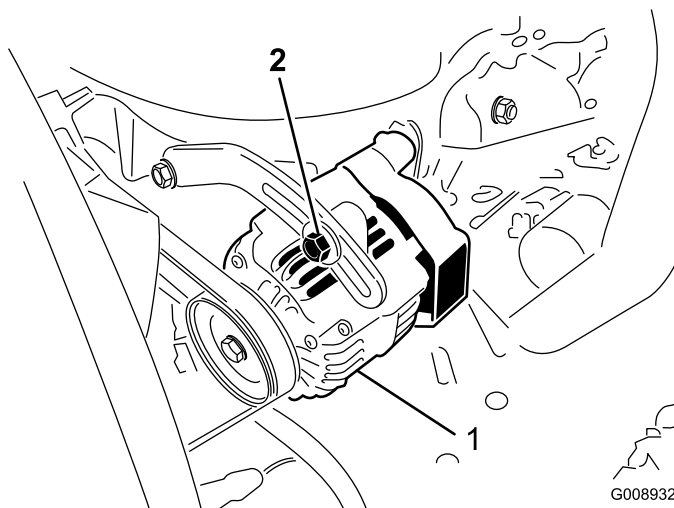

Figura 52
Compruebe la condición y la tensión de las correas (Figura 52) cada 100 horas de operación.
2. Si la desviación no es de 10 mm, afloje los pernos de montaje del alternador (Figura 52). Aumente o reduzca la tensión de la correa del alternador y apriete los pernos. Verifique de nuevo la desviación de la correa para asegurarse de que la tensión es la correcta.